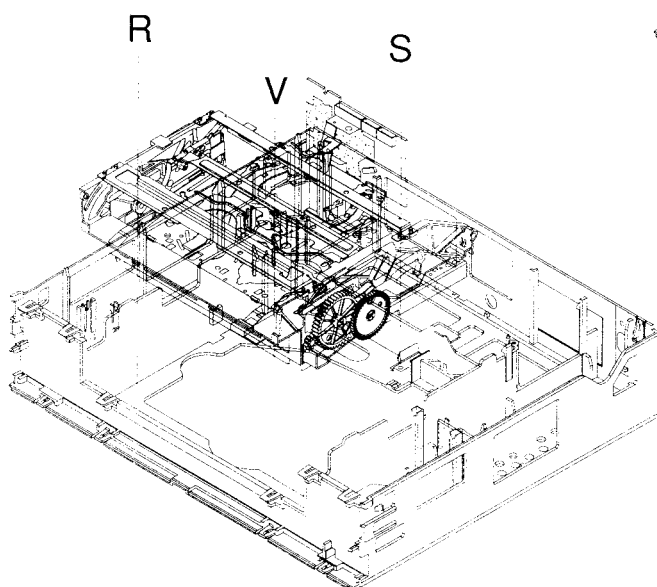

Fig. 8
- Die drei Schrauben V, R, S herauserschrauben (siehe Fig. 8).